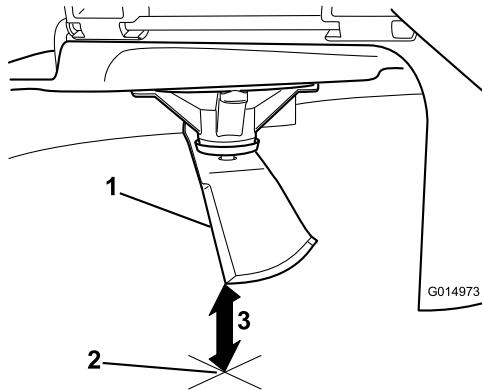

Figure 68
5. Mesurez la distance entre la pointe de la lame et la surface plane (Figure 68).